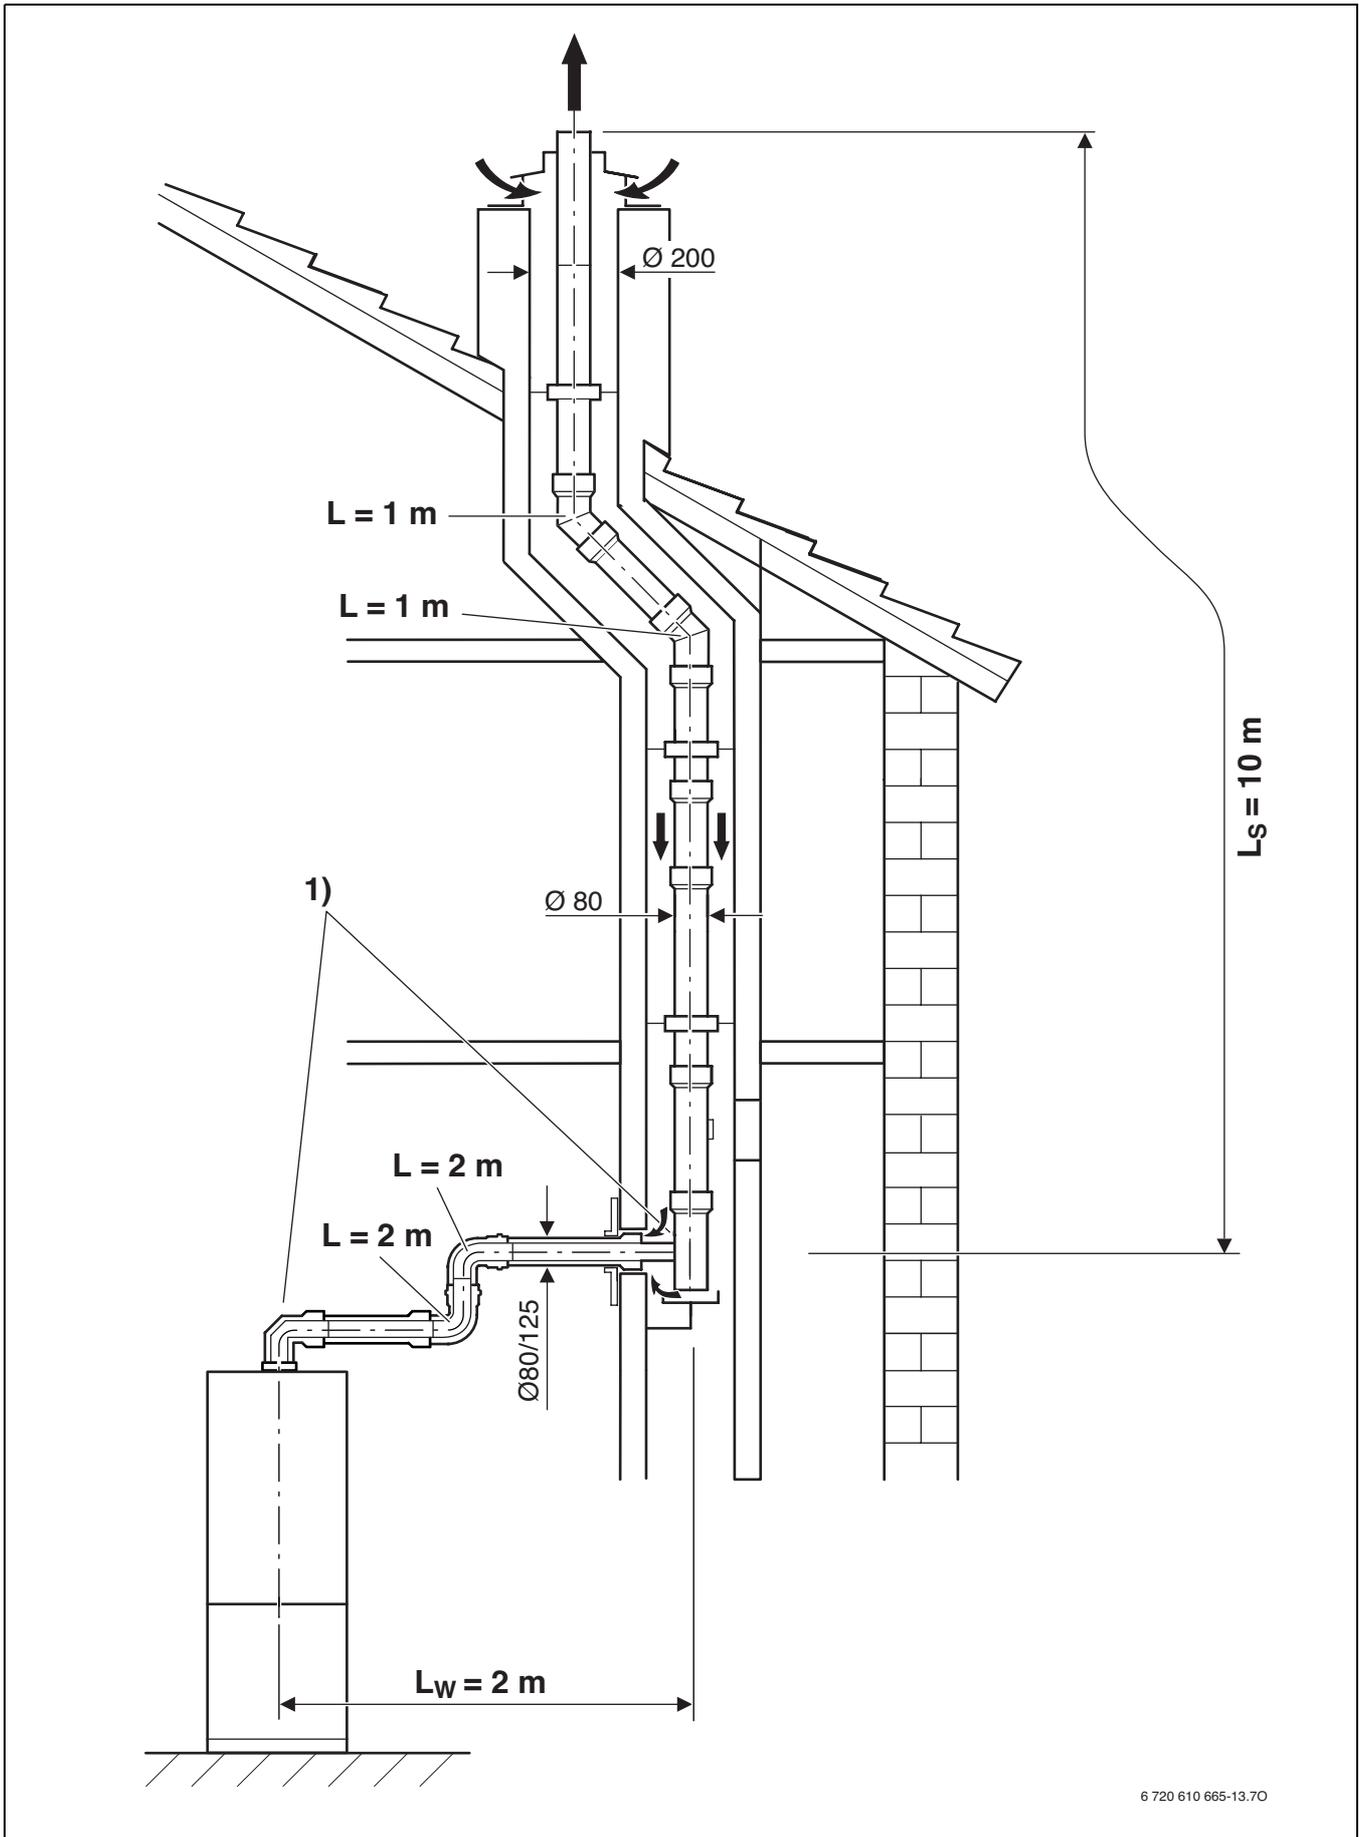

Bild 23
5.4 Beispiel zur Berechnung der Abgasrohrlängen (Bild 23)